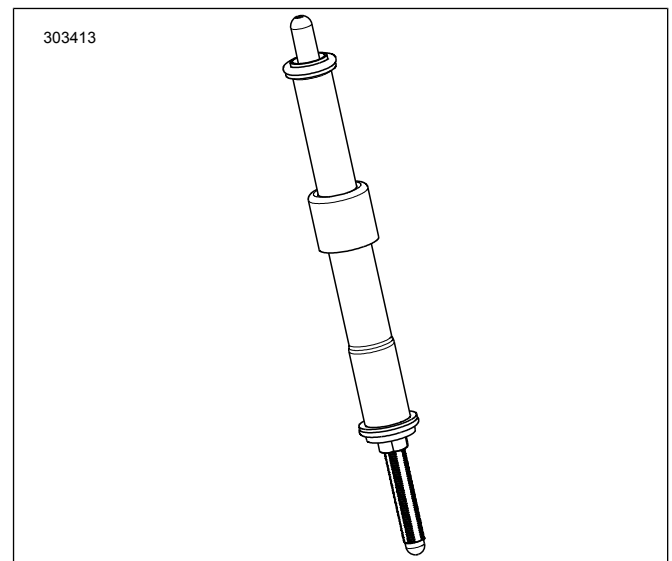

Figura 4. Varilla de empuje instalada en la tapa de la varilla de empuje
7. Vea la Figura 4. Instale las bieletas de admisión en las cubiertas de las bieletas.